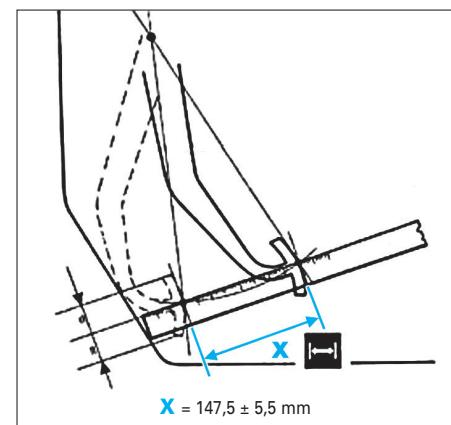
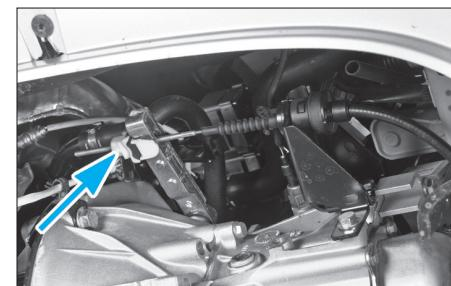

Fig. 6
Fig. 7
- Mesurer la hauteur de la pédale "X" (Fig.6). Si nécessaire, agir sur le mécanisme (Fig.7) jusqu'à obtention de la valeur donnée.